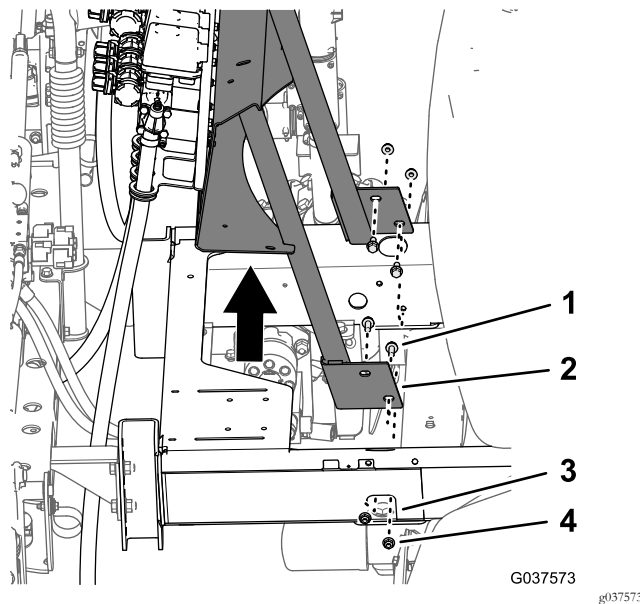

Рисунок 45
2. Удерживая крепление клапана, отверните 4 болта с фланцевыми головками (3/8 x 1 дюйм) и 4 фланцевые контргайки (3/8 дюйма), с помощью которых крепление клапана присоединено к раме машины (Рисунок 45).
- Снимите крепление клапана, клапаны и шланги секций стрел с машины (Рисунок 45).